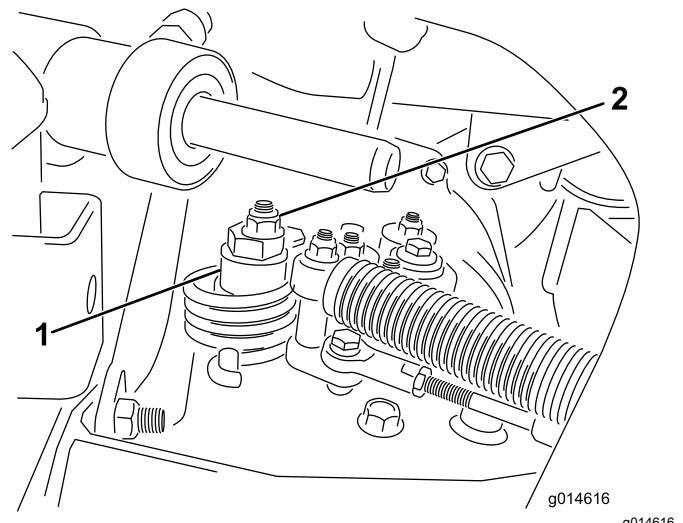

図 32
- 偏芯ナットをハイドロスタッフ上部に止めているナットをゆるめる図 32。
- どちらにも車輪が回らないように偏芯ナットを回して調整する。調整ができたら固定ナットを締める図 32。スロットル SLOW および FAST 位置で調整が正しいことを確認する。